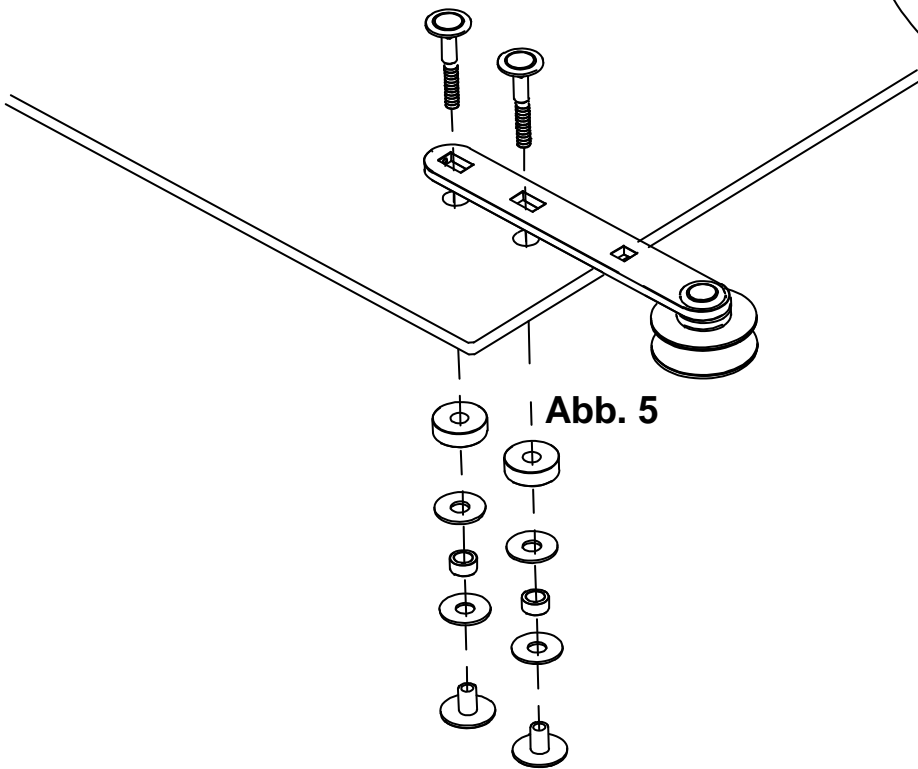

Abb. 5
9. Beide Laufwagen an der Glastür befestigen **Abb. 5** Danach mit 2 Personen die Glastür mit den Rollen in die Laufschiene einhängen.